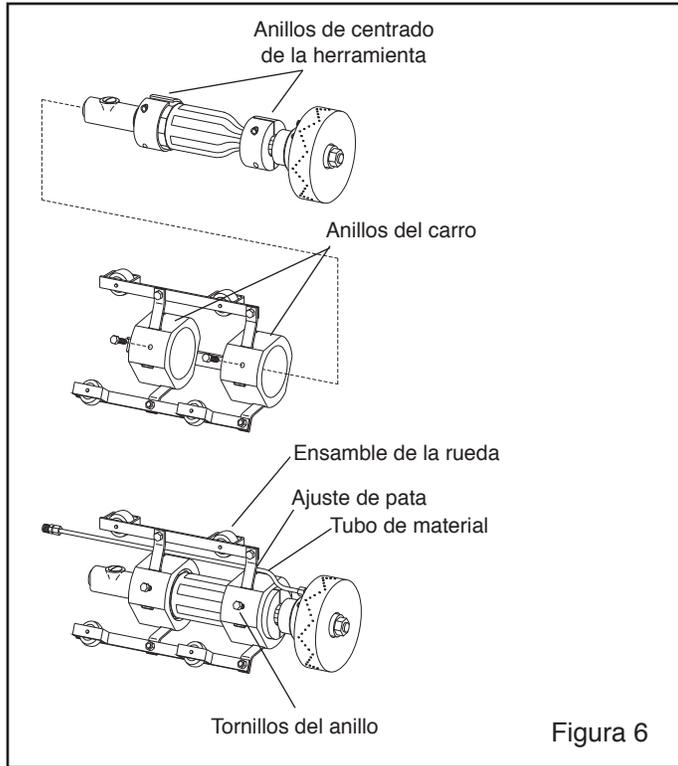

Figura 6
2.2.4 SK-1236, carro de 12" a 36" carriage, Figura 6
2.2.4.1 Inserte la herramienta en el carro, como se muestra en la Figura 6; alinee la tuerca de compresión del tubo de material con el conector de la herramienta.